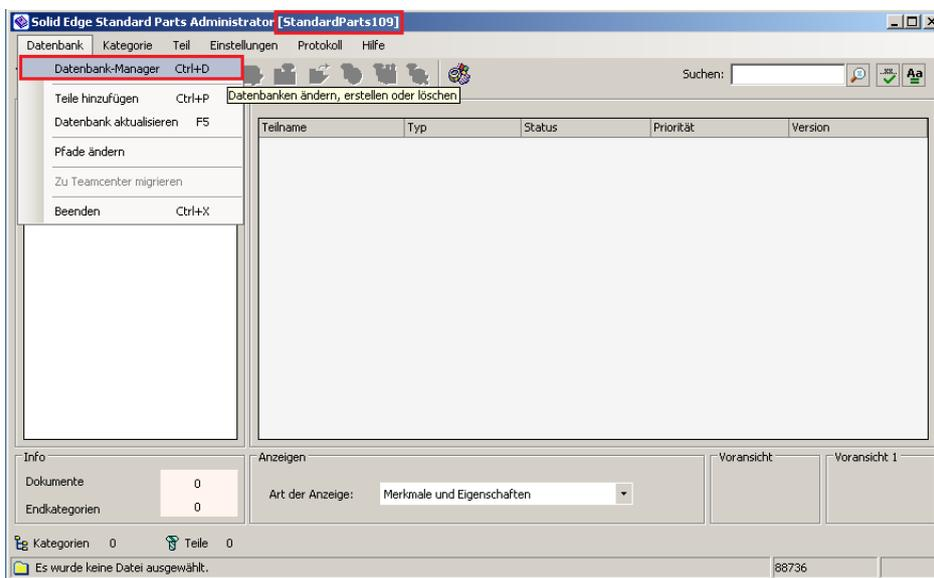

Abbildung 21
- 5.2. Stellen Sie sicher, dass die mit dem Konfigurationsassistenten erstellte Datenbank ausgewählt ist (Anzeige *StandardParts109* in der Titelzeile, *Abb. 21*) oder wählen Sie diese über den Datenbank-Manager aus.